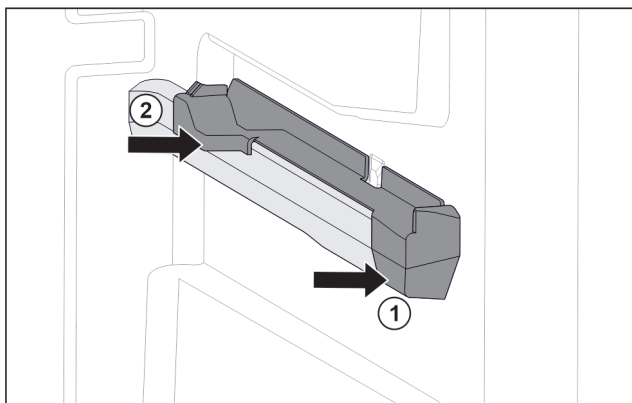

Fig. 84 Nasazovací díl na pravém žebrování na nádoby
- ▶ Nasadte nasazovací díl na žebrování na nádoby. Fig. 84 (1)
- ▶ Přitlačte nasazovací díl k zadní části. Fig. 84 (2)